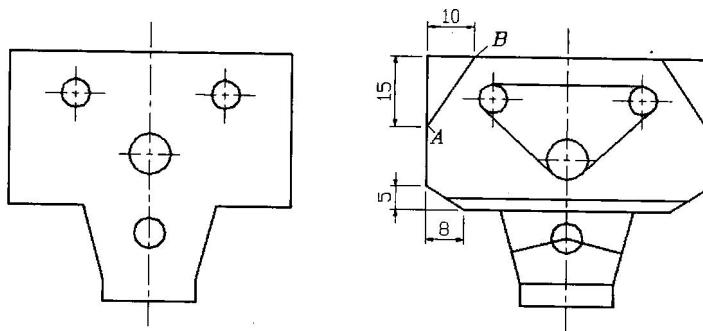

图1-10
**【练习1-10】：**打开附盘文件 “\dwg\第 01 章\1-10.dwg”，使用 LINE 命令和对象捕捉功能将图 1-10 中的左图修改为右图。